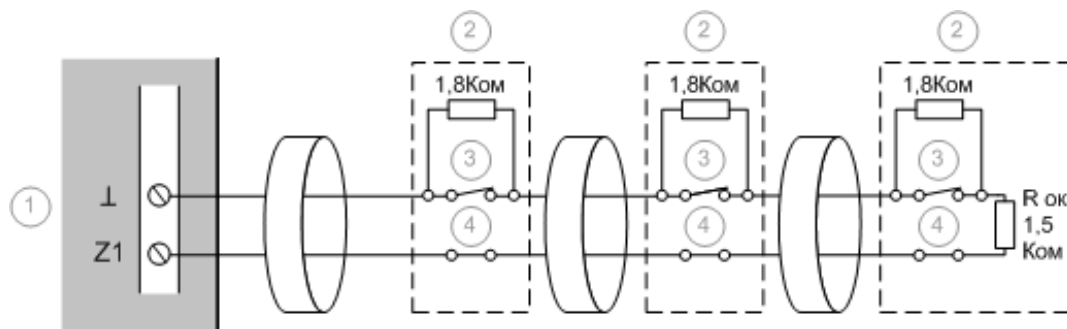

Рис. 4. Типовая схема подключения к ШС извещателей с нормально-замкнутыми контактами
6.1.1 В случае типового подключения в ШС включаются все извещатели, формирующие сигнал тревоги путем размыкания контактов. Тревожные контакты извещателей, контакты вскрытия корпуса извещателей и оконечный резистор ШС включены последовательно (см. рисунок 4).
На схеме обозначены (см. рисунок 4):